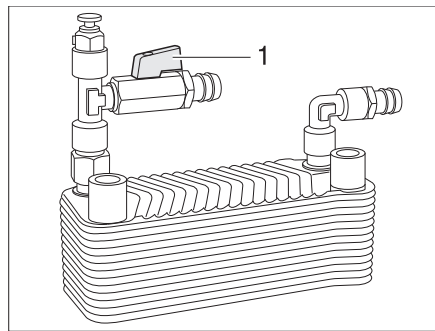

Bild 210 Wärmetauscher Alde
*Anstellen:* ■ Griff (Bild 210,1) des Abstellhahns parallel zur Rohrleitung stellen.
*Abstellen:* ■ Griff (Bild 210,1) des Abstellhahns quer zur Rohrleitung stellen.